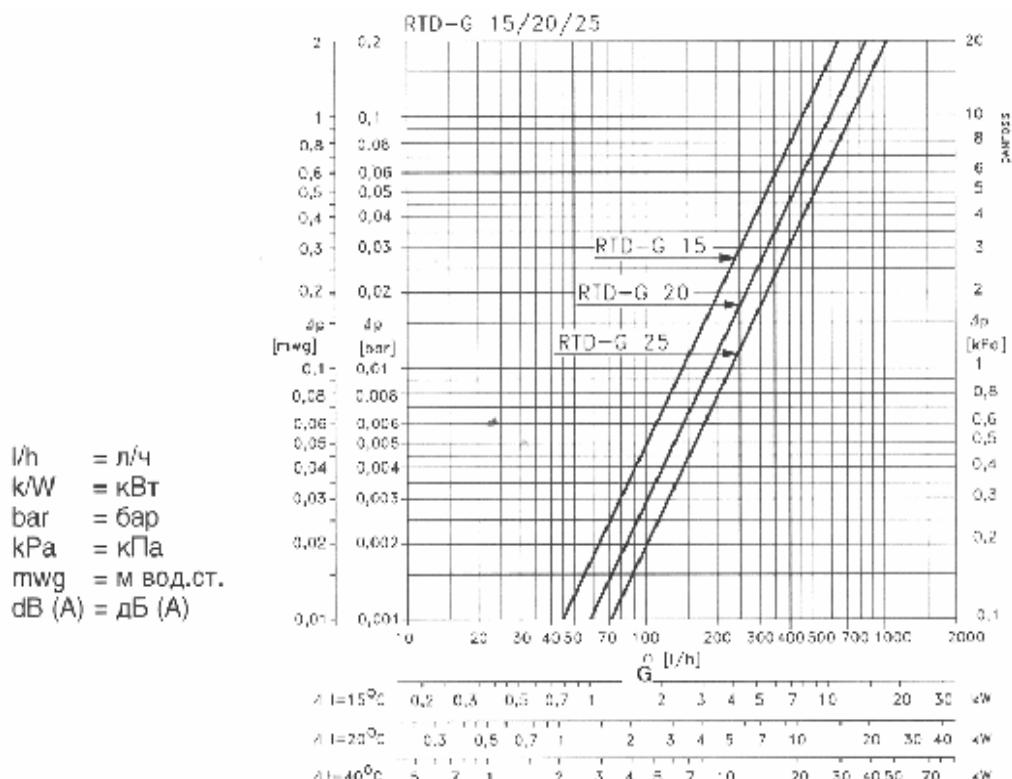

Рисунок 7. Диаграммы для определения гидравлического сопротивления клапана RTD-G
При выборе клапана RTD-G его гидравлическое сопротивление рассчитывается по формуле (1) или по номограмме (рисунок 7).